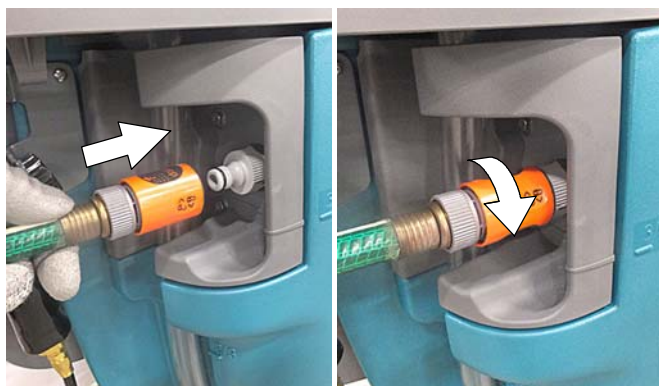

ABB. 22
2. Drücken Sie Schnellkupplung in den Nippelanschluss, bis diese einrastet (Abbildung 22). Um das Herausziehen des Schlauches während des Füllens des Tanks zu verhindern, drehen Sie den Kragen des Anschlusses im Uhrzeigersinn, um die Verbindung zu sichern.